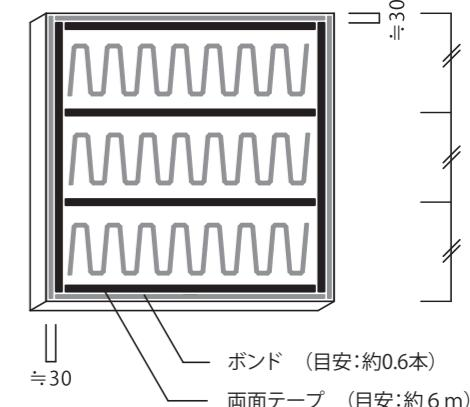
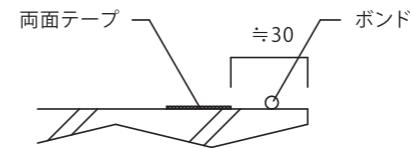
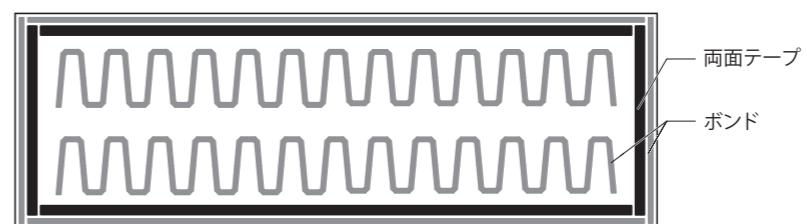

図4 両面テープ貼り付け、接着剤塗布方法
図5 接着剤塗布位置
図11 両面テープ貼り付け、接着剤塗布方法
④両面テープの貼り付け (P.6「Belle K-CAL接着要領」図4、図5参照)
両面テープを、図4に示す位置に貼り合わせた後、ローラー等を用いて十分に密着させて下さい。
ボンドは、ノズル先端を2方向からカットし、図4、図5に示す位置に塗布してください。
③Belle K-CALへのテープ、接着剤塗布
- Belle K-CAL裏面へ、図11の様に両面テープの貼り付けと接着剤を塗布します。
内R壁への施工時に限り、両面テープの貼り付け、接着剤の塗布方法を図11の通りとして下さい。通常の図4の通りに施工すると、施工時に剥離紙を剥がしながら貼り進めることができません。